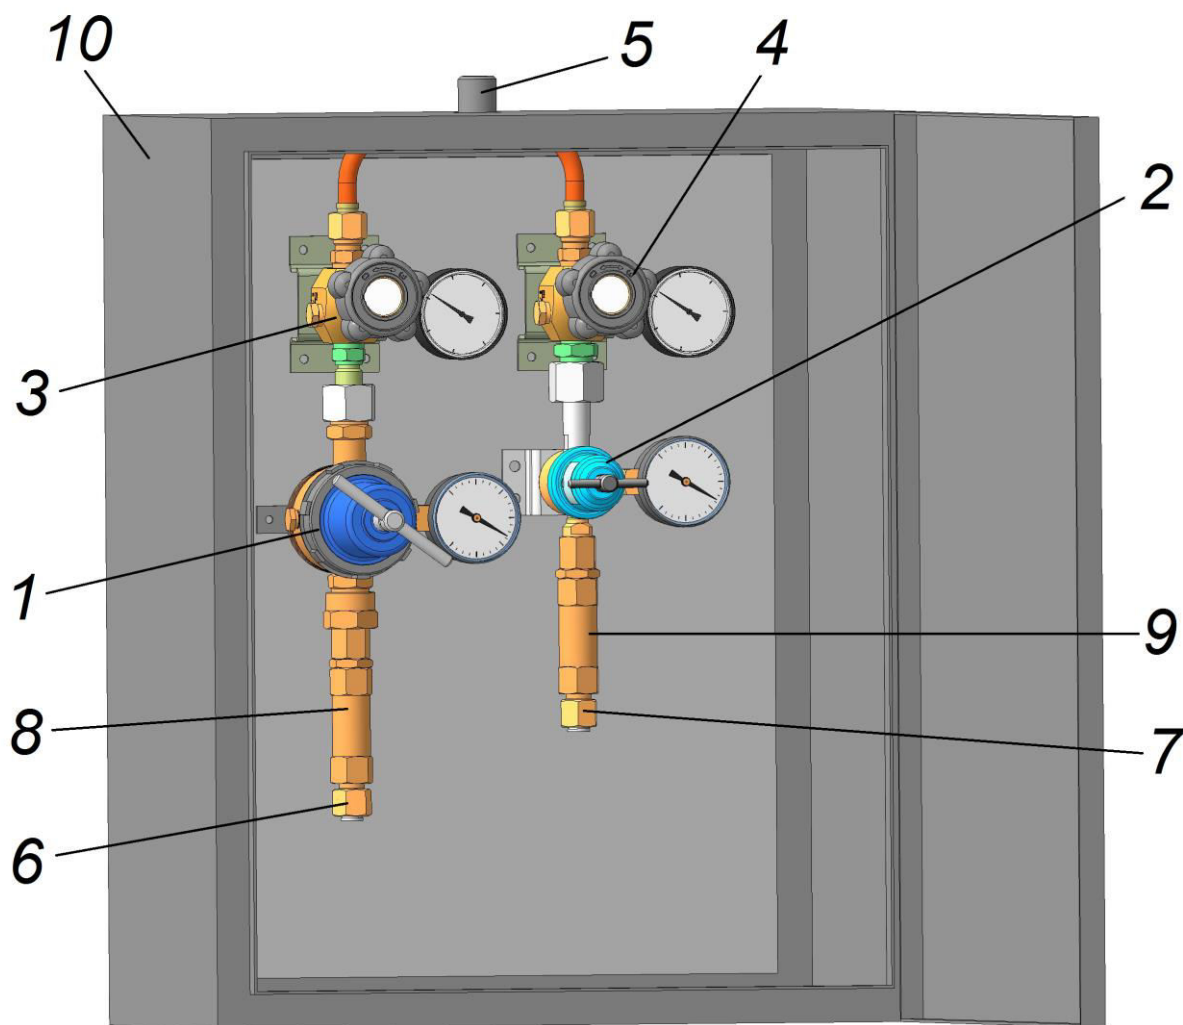

Рис. 1. Пост газопитания 2ПГК-10/10-100з
4.1 Внешний вид поста показан на рис. 1